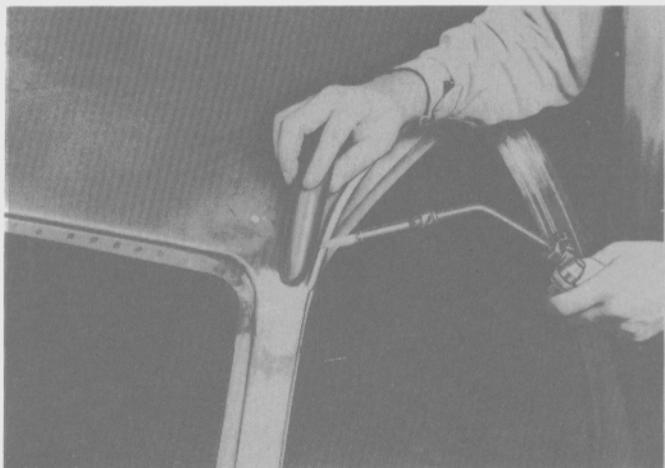

Fig. 60
- Si se hubiesen dañado los pilares "A" y/o "C" durante la extracción del techo, la zona dañada debe ser reparada con estañado o relleno de soldadura, para conseguir los contornos originales de los pilares (Fig. 60).